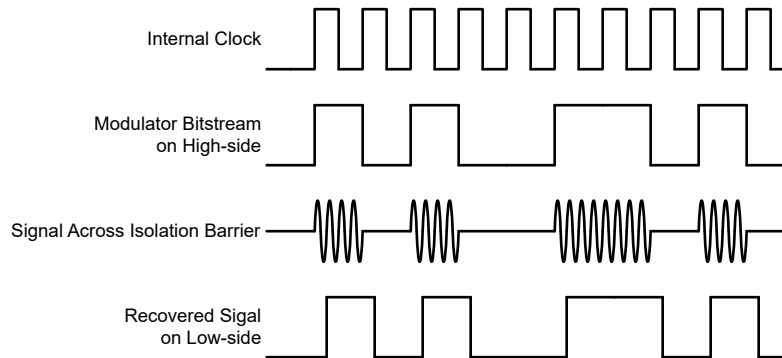

图 7-3. 基于 OOK 的调制方案
AMC0386 使用开关键控 (OOK) 调制方案 (如 图 7-3 所示)，跨过基于 SiO_2 的隔离栅来传输调制器输出比特流。功能方框图 中所示的发送驱动器 (TX) 跨过隔离栅发送一个内部生成的高频载波来表示数字一，而 TX 不发送信号则表示数字零。AMC0386 内使用的载波标称频率为 480MHz。